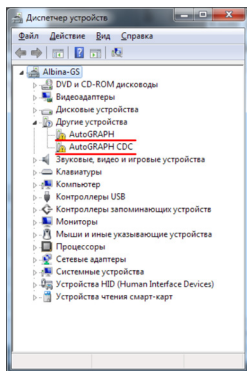
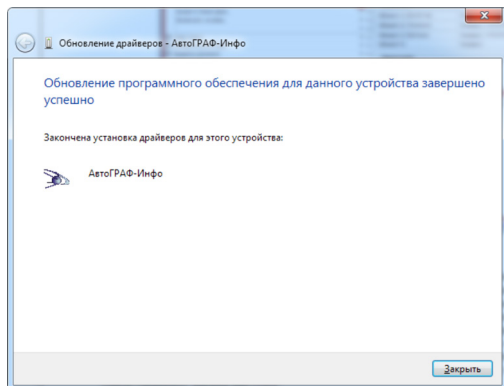

Рис.96. Новые устройства.
Рис.99. Завершение установки драйверов.
- Система автоматически найдет новое оборудование (Рис.96).
- После успешной установки драйверов система автоматически определит подключенное устройство (Рис.99, Рис.96).